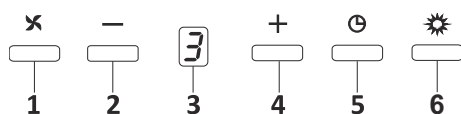

Fig. 14: Pulsante 3 Spd Dig
1. ➤ Premere questo tasto per accendere il prodotto.Fig. 14
2. ➤ Premere questo pulsante per ridurre la velocità del motore.Fig. 14
3. ➤ Dig display (display digitale) È possibile seguire la velocità in cui il prodotto è attualmente in funzione su questo display.Fig. 14
4. ➤ Premere questo pulsante per aumentare la velocità del motore.Fig. 14
5. ➤ Quando il tasto timer viene premuto, viene attivata una funzione timer di 15-minuti; il display emette un segnale quando parte il timer e il motore si arresta automaticamente dopo 15 minuti.Fig. 14
6. ➤ Premere il pulsante per accendere e spegnere la lampada.Fig. 14